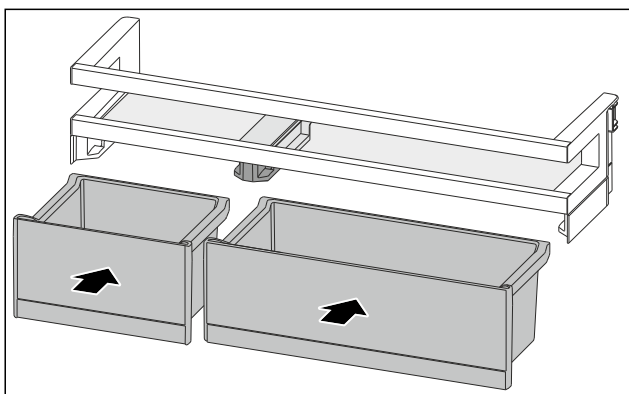

Fig. 89
- ▶ Installer les VarioBoxes dans l'agencement inverse. (voir Fig. 89)